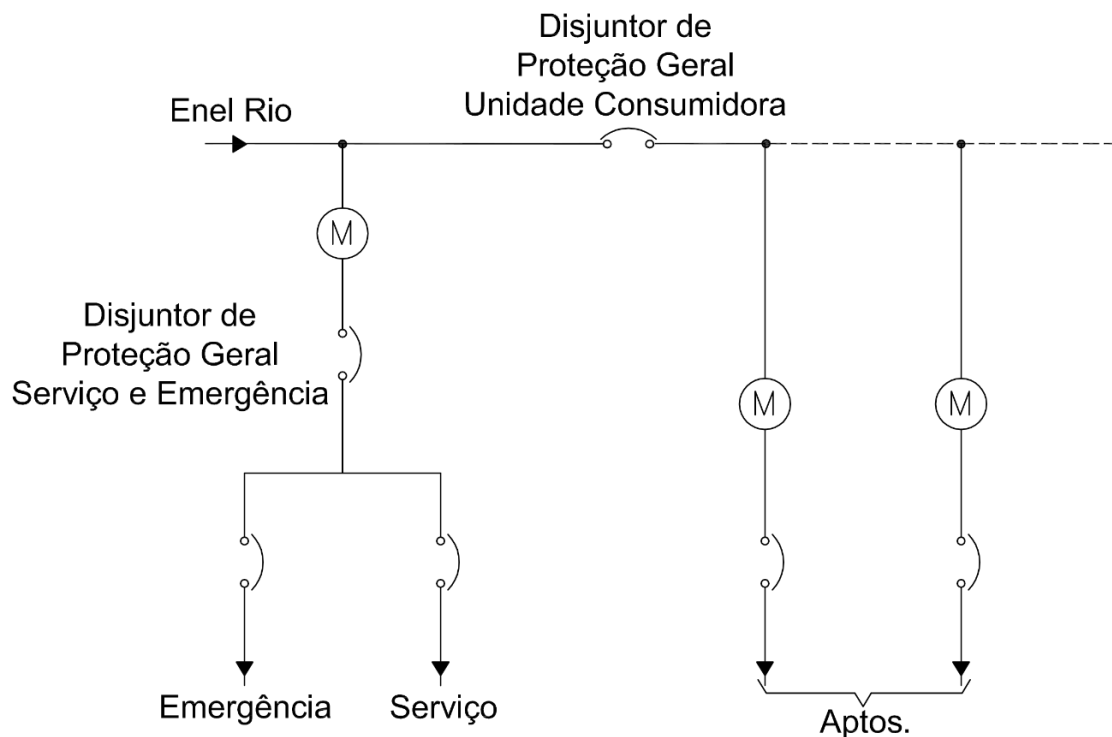

Figura 1
6.5.7.2. Este quadro deverá conter além do medidor de serviço, o disjuntor de proteção geral, dispositivos de proteção dos circuitos de iluminação, elevadores e demais serviços do prédio, e dos equipamentos de prevenção e combate a incêndio, conforme Figura 1. Todos os circuitos deverão ser identificados e na parte externa do quadro deverá ser colocada placa com a seguinte inscrição: **“PROTEÇÃO DE SERVIÇO E EMERGÊNCIA”**.